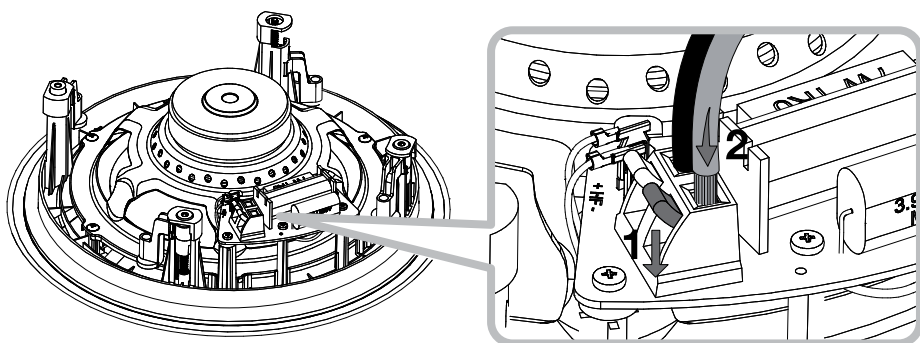

Figura 3
4.3 Collegare ora il cavo ai terminali a molla sul retro del diffusore. Assicurarsi che la polarità delle connessioni sia corretta: il conduttore proveniente dal terminale positivo dell'amplificatore deve essere inserito nel terminale a molla rosso, mentre quello proveniente dal terminale negativo deve essere inserito nel terminale a molla nero. La Figura 3 illustra il collegamento col diffusore.